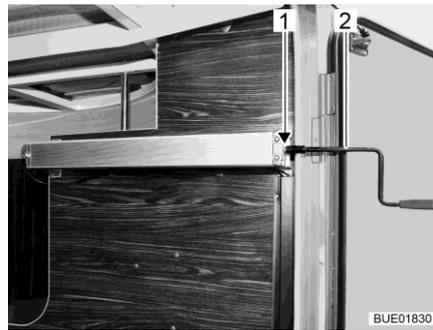

Bild 125 Kurbel in Heckgarage
- Kurbel (Bild 125,2) auf Zapfen (Bild 125,1) stecken.